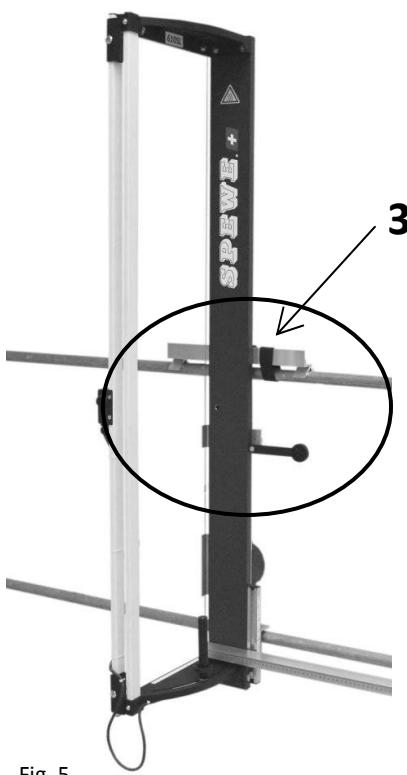

Fig. 5
D	<p>Geländerhalterung Geländerhalterung für senkrechten Geräteeinsatz am Rückengeländer.</p> <p>Montage: Geländerhalterung an Rückseite des Gerätes mittels beiliegenden Sterngriffschrauben (2) in die dafür vorgesehenen Gewindegüsse montieren. Schneidegerät gemäss Fig. 5 auf Geländerstange setzen, Klettband (3) um Geländerstange legen. Das Gerät ist somit gegen ein Herunterfallen gesichert.</p>